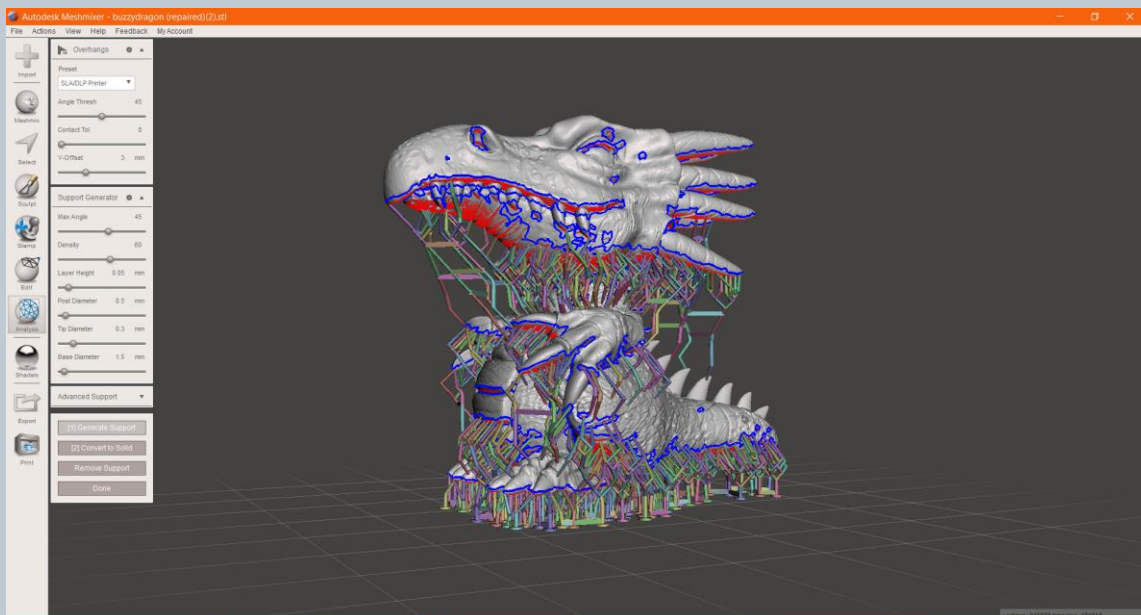

Fig. 22
- confermare con “Done” (Fig. 22)